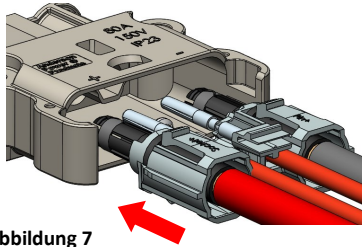

Abbildung 7
8. Den vollständig zusammengebauten Kontakthalter im Buchsengehäuse montieren (Abbildung 7):